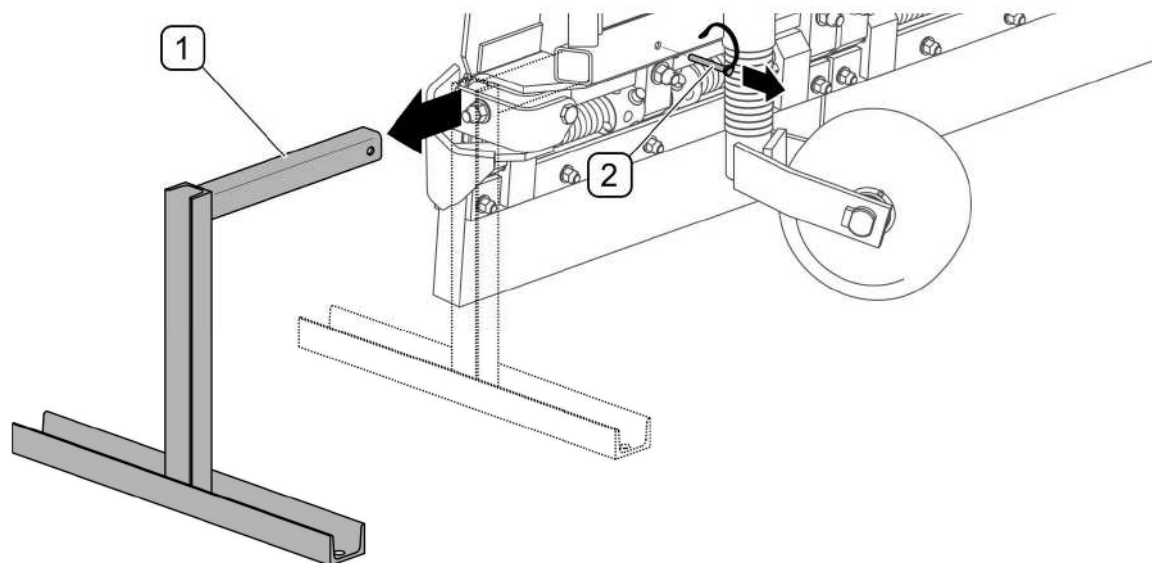
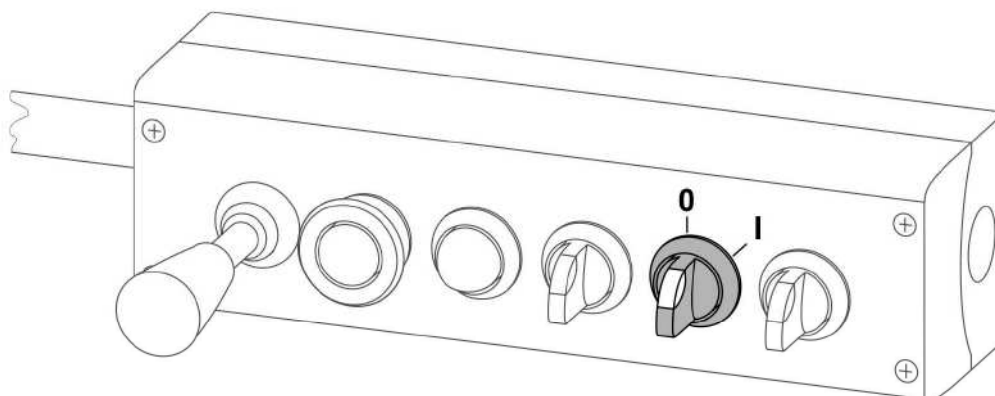

РИСУНОК 4.5 Демонтаж стояночных опор
РИСУНОК 4.10Переключатель функции агрегирования
- 2) При помощи пульта управления установить систему подвески плуга так, чтобы монтажные крюки оказались над разъемами на коммунальной плите спереди транспортного средства. Переключатель функции агрегирования (РИСУНОК 4.10) на пульте управления установить в положение (I) "вкл."
- 4) В случае, если окажется, что взаимное положение крюков и торцевой плиты правильное, то необходимо выключить переключатель агрегирования (РИСУНОК 4.10) и опустить систему подвески, пока не крюки плуга не осядут в гнездах на торцевой плите транспортного средства. Поднять плуг и проверить надежность и правильность его крепления. При помощи двух болтов закрепить рамку системы подвески плуга (РИСУНОК 4.4). Демонтировать обе стояночные опоры (РИСУНОК 4.5). Пульт управления машиной нужно разместить в кабине оператора в доступном месте.
Плуг оснащается двумя стояночными опорами (РИСУНОК 4.5). Для демонтажа стояночных опор необходимо:
- 3) Переключатель функции агрегирования (РИСУНОК 4.10) на пульте управления установить в положение (I) "вкл.". При помощи пульта управления установить систему подвески плуга так, чтобы монтажные крюки оказались над разъемами на коммунальной плите спереди транспортного средства.